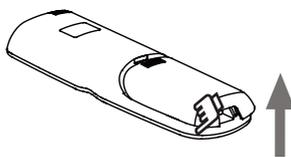

Рисунок 2.7
2. Поднимите крышку батарейного отсека за ее левый нижний край, чтобы открыть отсек (см. Рис. 2.7);